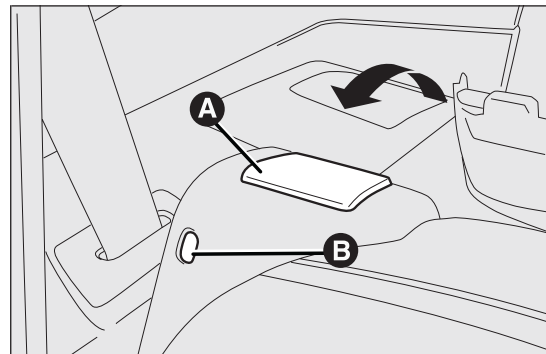

fig. 107
**AVVERTENZA** Il corretto aggancio dello schienale è garantito dalla scomparsa della "banda rossa" B fig. 107 presente sulle leve A per l'abbattimento dello schienale. La "banda rossa" indica, infatti, il mancato aggancio dello schienale.